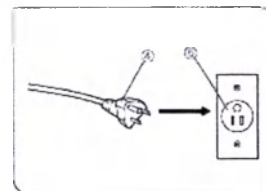

Рис. 32
- 2) Вставьте вилку (4) в электророзетку (5). (рис.32)